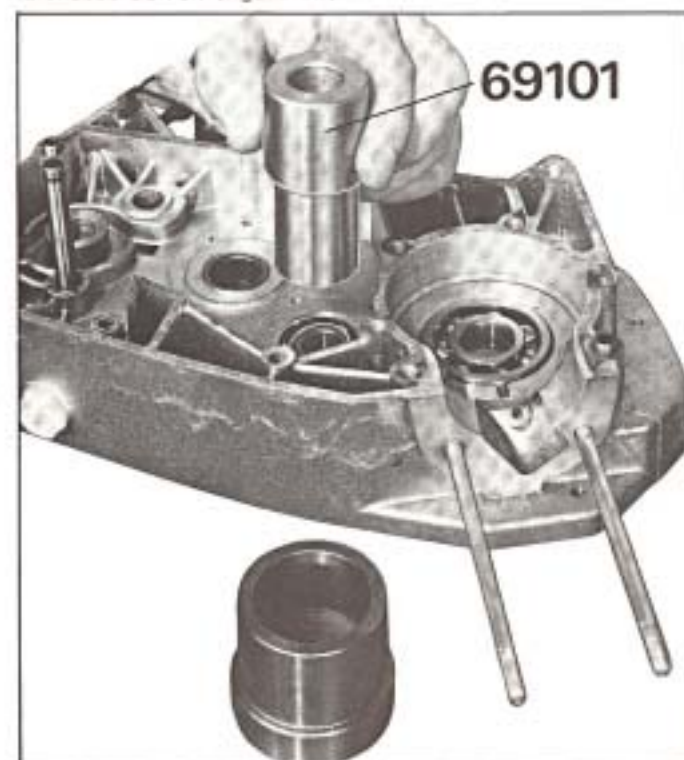

Fig. 44
- Même opération qu'au paragraphe précédent, mais sans le guide 69096, et en utilisant le petit diamètre de la chasse 69101 (figure 44).